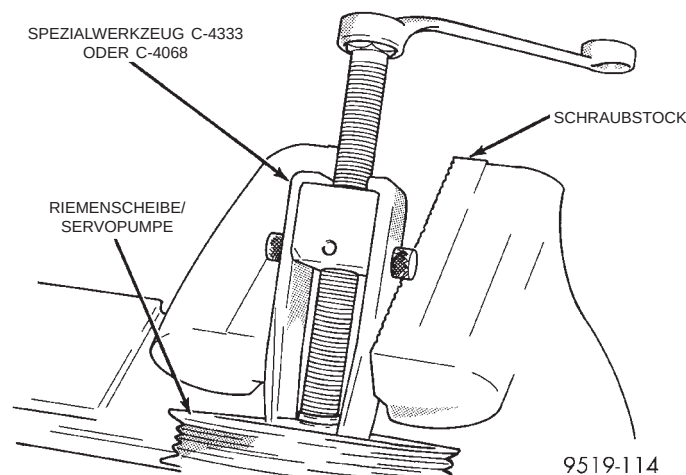

**Abb. 57 Riemenscheibe von der Pumpenwelle abziehen**
(1) Servopumpe aus dem Fahrzeug ausbauen. Die Anleitung hierzu finden Sie im Abschnitt "Servopumpe ausbauen" in diesem Kapitel.
(2) Den Abzieher, Spezialwerkzeug C-4333 oder C-4068, an der Riemenscheibe montieren. Die Servopumpe mit Abzieher in einen Schraubstock einspannen (Abb. 57), damit sich die Welle beim Ausbau nicht dreht.
(3) Riemenscheibe von der Pumpenwelle abziehen.
(4) Die Schrauben lösen, mit denen die Servopumpe an der Halterung befestigt ist.
(5) Servopumpe von der Halterung abnehmen.